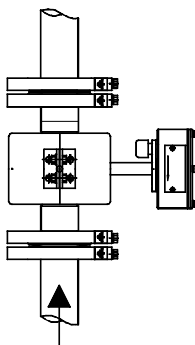

Рис.8.3
8.2.4 При возможном выпадении осадка, ППР теплосчётчика должен устанавливаться вертикально, при этом направление потока должно быть снизу вверх (см. рис.8.3).